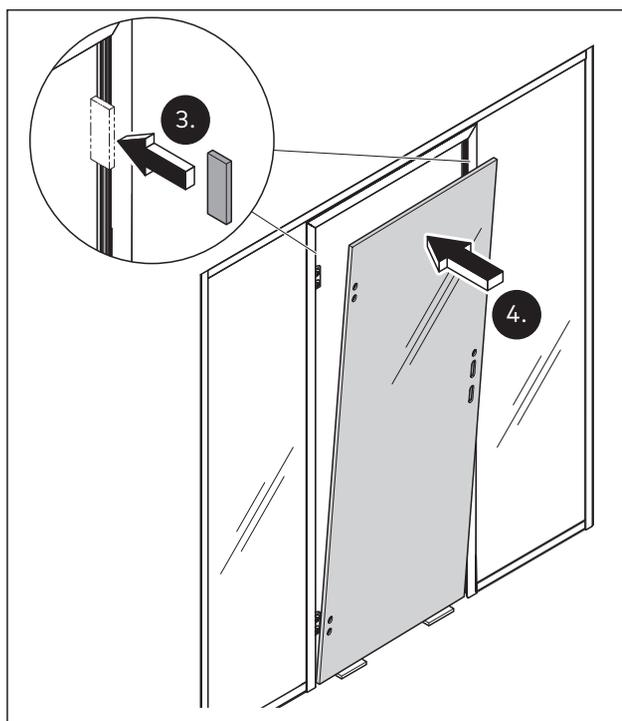

Abb. 51 Die Abstandhalter bei der Türmontage verwenden und die Glastür ausrichten
3. Senkrecht einen Abstand von $3,5 \text{ mm} \pm 0,5 \text{ mm}$ zwischen Glastür und Zarge mit Abstandhaltern sicherstellen (Abb. 51).